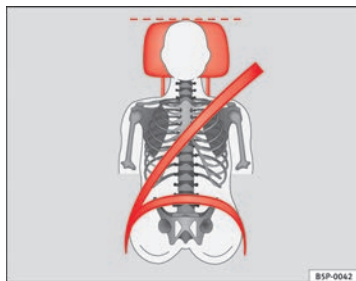

Abb. 12 Richtiger Gurtbandverlauf und richtige Kopfstützeinstellung von vorne betrachtet
- Das Schultergurteil des Sicherheitsgurtes muss über die Schultermittle und niemals über den Hals verlaufen. Der Sicherheitsgurt muss flach und fest am Oberkörper anliegen ⇒ **Abb. 12**.